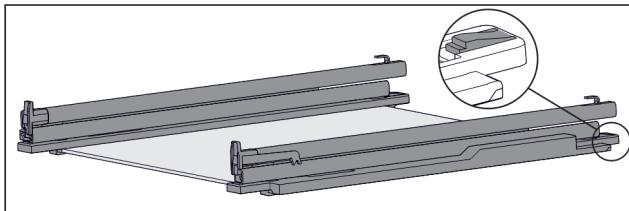

Fig. 115 带轨道和固定件的玻璃隔板
- ▶ 将固定件后部向下压（参见 Fig. 115），同时向后推轨道。